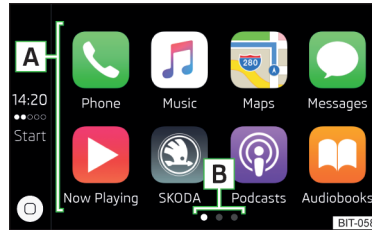

Abb. 218
- ▶ Im Hauptmenü Apple CarPlay die gewünschte Anwendung im Bereich **A** » Abb. 218 auswählen.